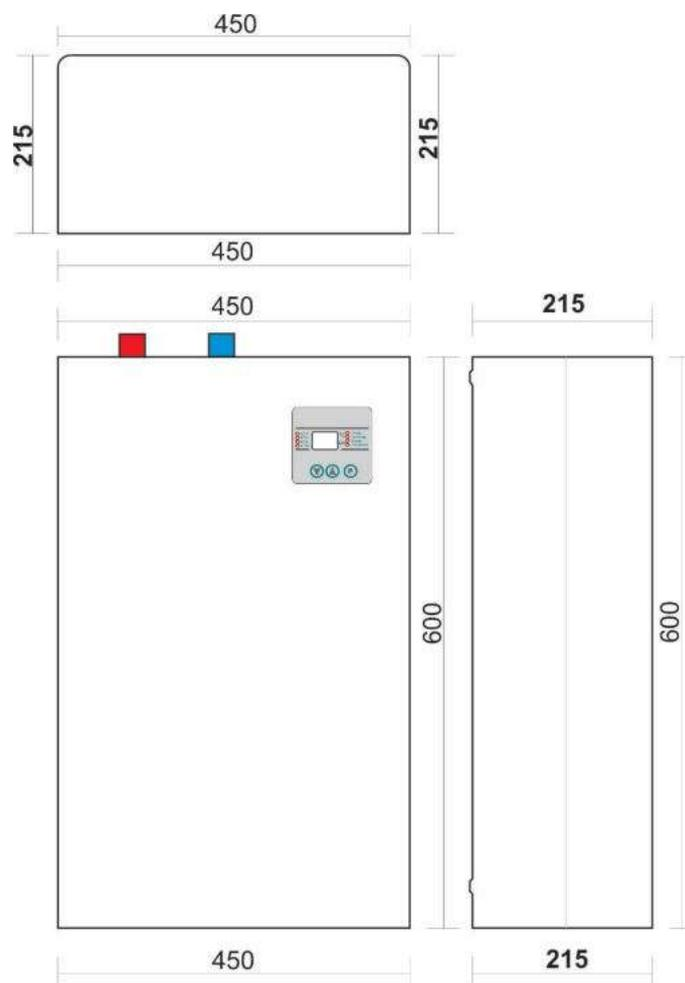

Bild 2: Abmessungen EI-Cm eBasic 6÷24 kW und 30÷40 kW
- Bohren Sie Löcher gemäß den in (Bild 2) angegebenen Abmessungen.